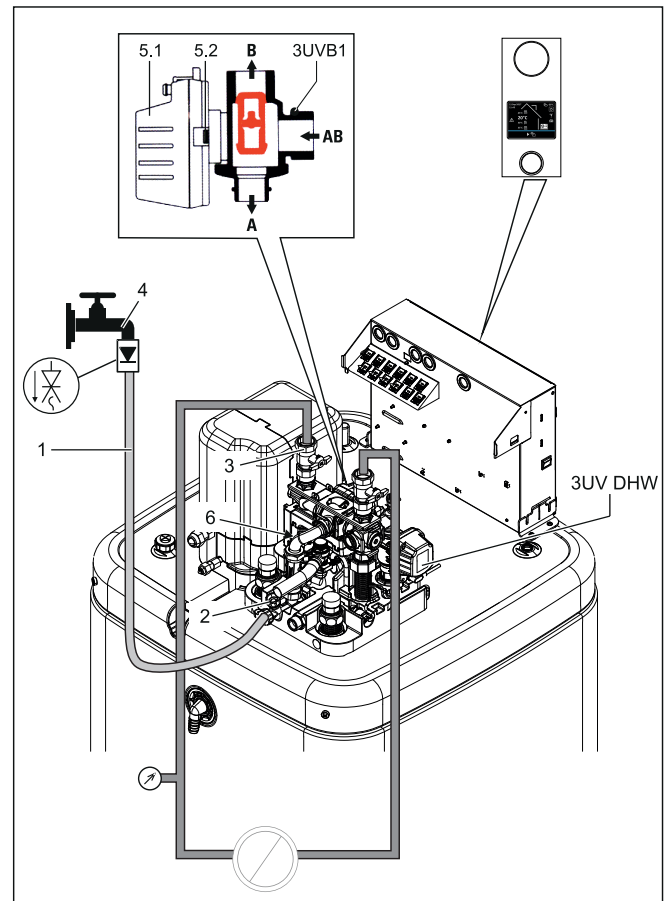

Fig. 7-2 Encher o circuito de aquecimento
- 1 Ligar a mangueira de enchimento (Fig. 7-2, pos. 1) com bloqueador do refluxo (1/2") e um manómetro externo (no local) à torneira de enchimento e esvaziamento (Fig. 7-2, pos. 2) e protegê-la contra deslizamento com uma braçadeira de mangueiras.
- 3 Abrir a torneira de água (Fig. 7-2, pos. 4) da tubagem de adução.
- 4 Abrir a torneira KFE (Fig. 7-2, pos. 2) e observar o manómetro.
- 7 Fechar a torneira da água (Fig. 7-2, pos. 4). A torneira KFE tem de ficar aberta para se poder ler a pressão da água no manómetro externo.
- 10 Durante o modo de aquecimento de água quente, verificar constantemente a pressão da água no manómetro externo e, se necessário, adicionar água através da torneira KFE (Fig. 7-2, pos. 2).
- 12 Verificar novamente a pressão da água no manómetro externo e, se necessário, adicionar água através da torneira KFE (Fig. 7-2, pos. 2).
- 13 Remover a mangueira de enchimento (Fig. 7-2, pos. 1) com o bloqueador de refluxo da torneira KFE (Fig. 7-2, pos. 2).
Tab. 7-2 Legenda para Fig. 7-2